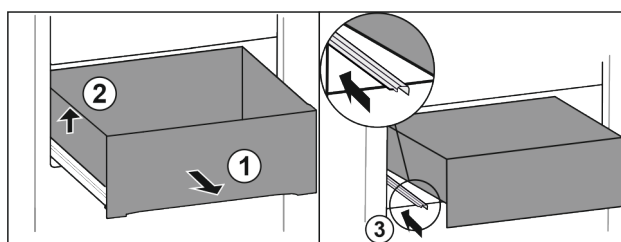

Fig. 22
► Estrarre il cassetto fino all'arresto. Fig. 22 (1)
► Sollevare il cassetto a sinistra. Fig. 22 (2)
- Inserire la guida sinistra. Fig. 22 (3)